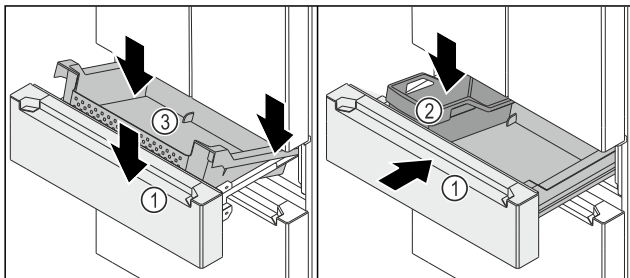

Fig. 128
- ❑ Le chariot à glissière Fig. 128 (1) est sorti.
- Positionner le bac Fig. 128 (3) sur l'arrière des rails, à gauche et à droite.
- Abaisser l'avant du bac Fig. 128 (3) de manière à ce que le bac Fig. 128 (3) entoure les rails à gauche et à droite.
- Installer la FlexBox Fig. 128 (2).
- Pousser le chariot à glissière Fig. 128 (1).